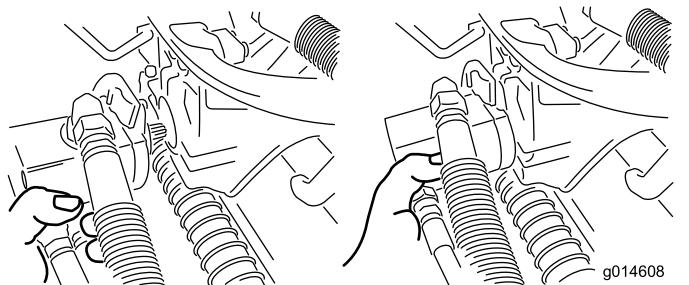

Figura 58
3. Mueva el motor al lugar de almacenamiento en la parte delantera del brazo de suspensión (Figura 58).